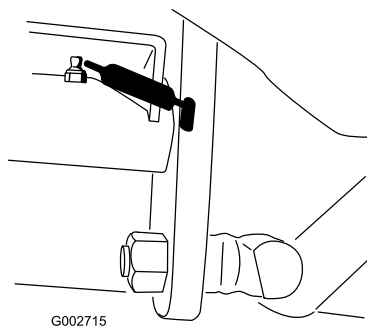

Figura 22
- Pedal de tracção articulado (1) (Figura 22)